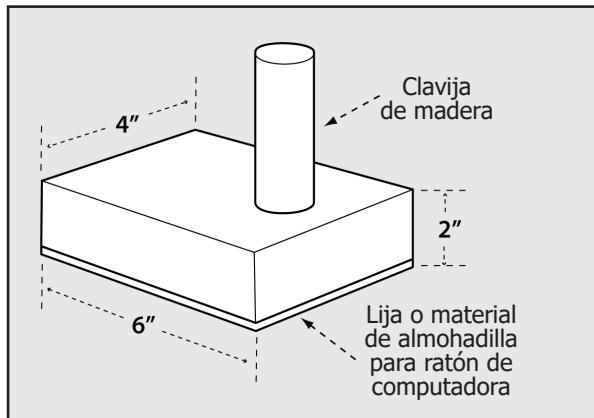

Figura 56
3. Pegue una trozo de material áspero o liso ta como una lija o caucho a la parte inferior del bloque para sujetar la pieza de trabajo (las almohadillas para ratón de computadora son adecuadas para esto). Vea la Figura 56.